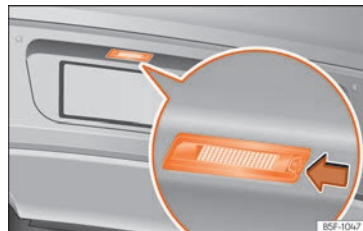

Fig. 118 Nel paraurti posteriore: luce della targa.
1. Premere la linguetta della luce della targa nella direzione della freccia »» fig. 118.